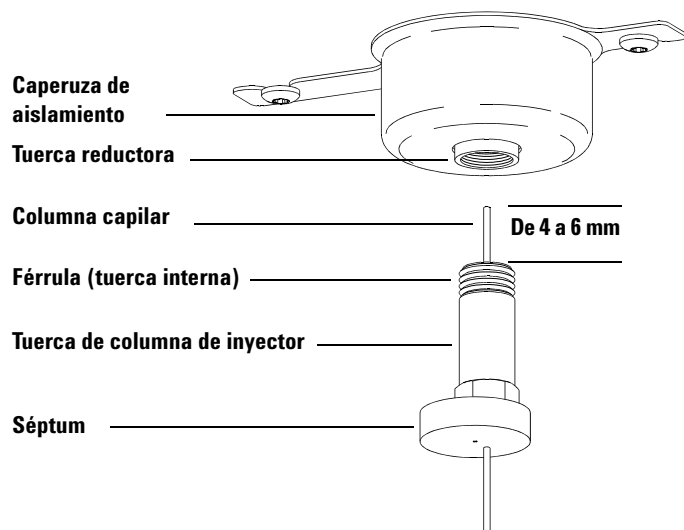

Figura 3 Instalación de una columna capilar en un inyector split/splitless
- 7 Coloque el séptum bajo la tuerca de la columna, de forma que esta sobresalga entre 4 y 6 mm respecto al extremo de la férula. (Consulte la Figura 3 en la página 36.)